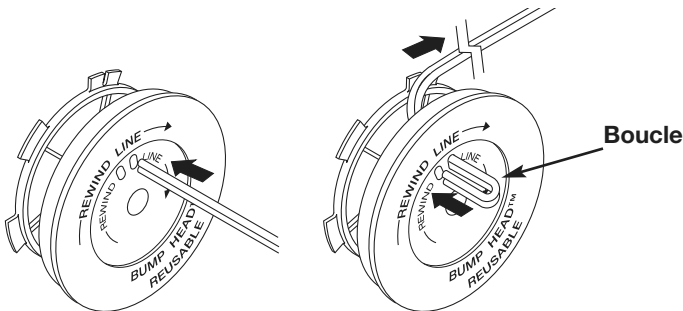

Fig. 20
- Découpez environ 3,65 m (12 pi) de fil neuf. Insérez une extrémité de fil dans l'un des deux trous du moulinet intérieur (Fig. 20). Tirez le fil jusqu'à ne laisser que 10 cm (4 po) environ.
- Insérez l'extrémité du fil dans le trou ouvert du moulinet et tirez sur le fil pour que la boucle soit le plus petit possible (Fig. 20).